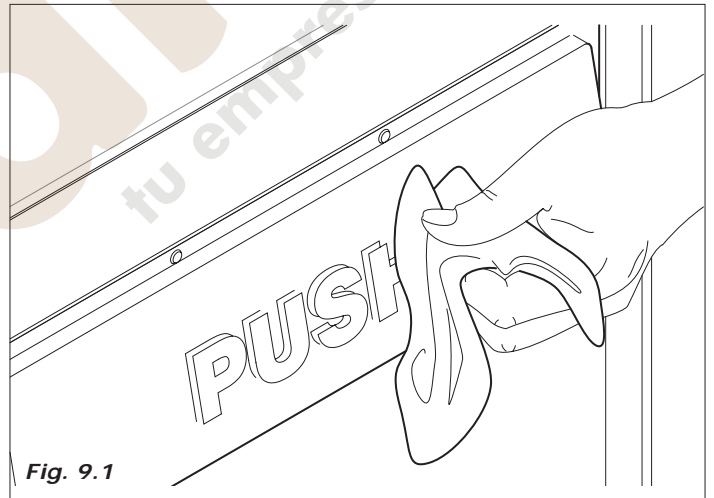

Fig. 9.1
- humedecer un paño y limpiar todas las partes a la vista de la zona de erogación (Fig. 9.1)